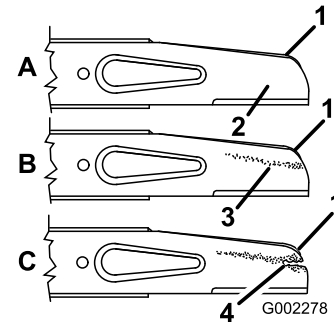

Bild 27
Da Sand und anderes reibendes Material das Metall abschleifen kann, das die flachen mit den gebogenen Teilen verbindet, müssen Sie das Messer vor jedem Einsatz des Rasenmähers prüfen. Wenn Sie einen Schlitz oder eine Abnutzung (Bild 27B und C Bild 27) feststellen, tauschen Sie das Messer aus, siehe Entfernen des Messers (Seite 29).
2. Nehmen Sie die Messerschraube, Sicherungsscheibe, den Beschleuniger und das Messer ab (Bild 27).